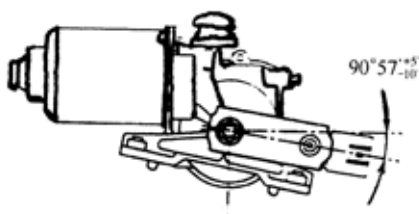

图 9-137
(3)检查自动复位工作是否正常。标准: 如图 9-137 所示。